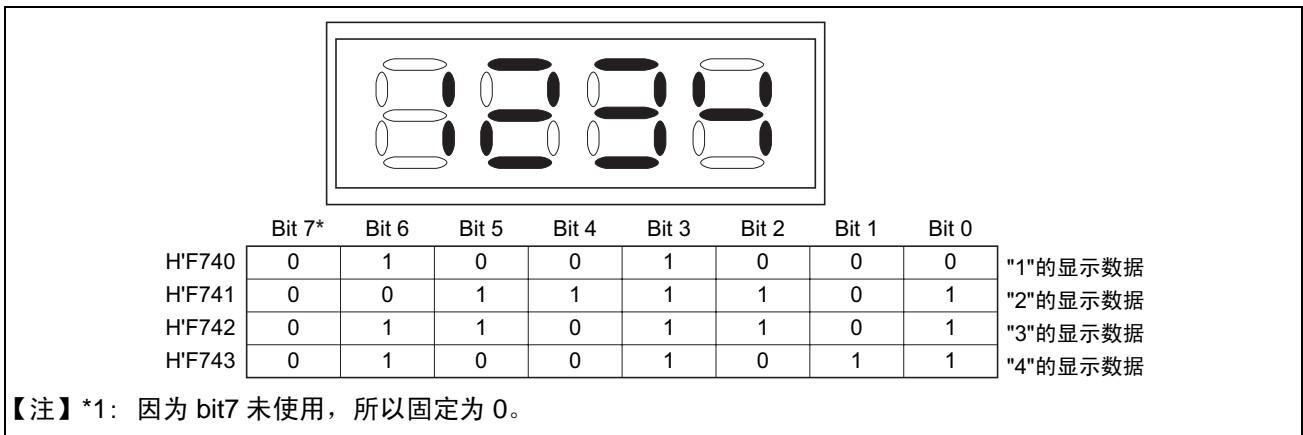

图 5 LCD 显示和 LCD RAM 设定值的关系
(6) 本例子使用的 4 位 7 段 LCD 显示和 LCD RAM 设定值的关系如图 5 所示。如图 5 所示，通过设定 LCD RAM，将"1234"显示在 4 位 7 段 LCD。